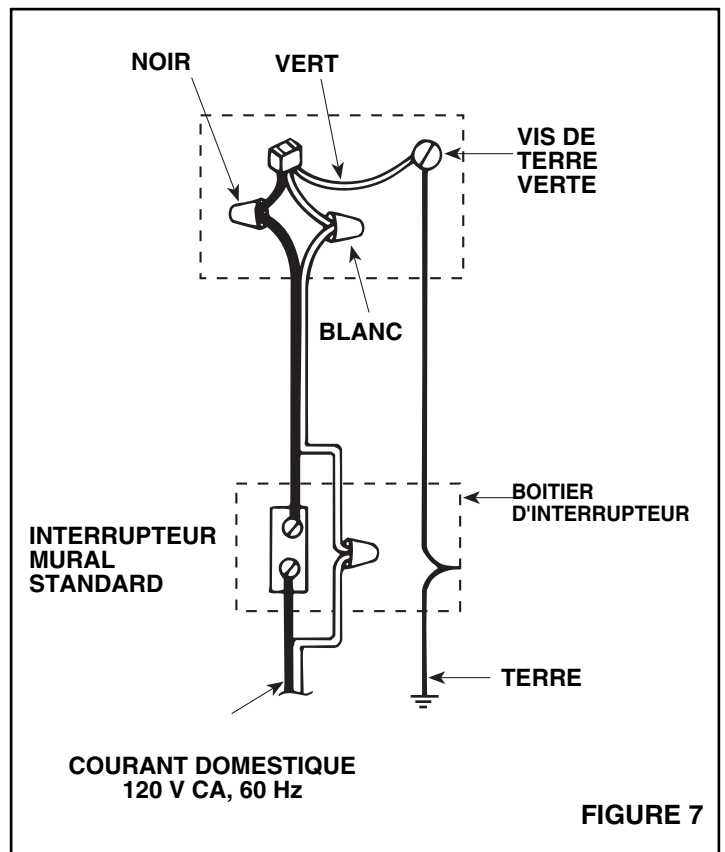

FIGURE 7
3. Voir Figure 7. Raccorder les fils d'alimentation aux fils du ventilateur: le noir avec le noir, le blanc avec le blanc. Raccorder le fil de terre à vis de terre verte.